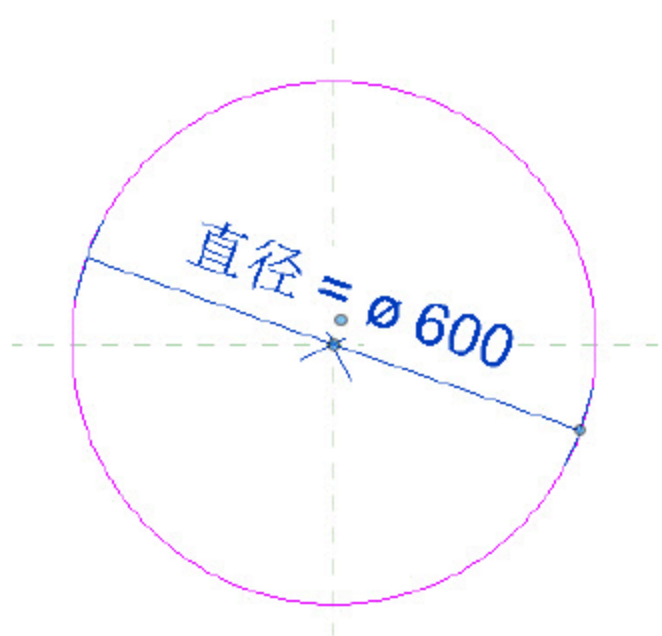

图 2.2.5 标注桩径
(4) 同样对桩直径进行编辑。选择“楼层平面”→“参照标高”命令，在“修改/尺寸标注”选项卡下，双击桩截面，选择“注释”→“直径”命令，标注桩直径，如图 2.2.5 所示。单击尺寸标注，选择“标签”下的“添加参数”，在弹出的“参数属性”对话框中，在“名称”栏中输入“直径”，单击“确定”按钮，如图 2.2.6 所示。